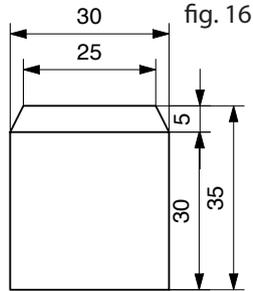

fig. 16
16. Smussare su un lato il tondello tagliato al punto 13 (lunghezza 35 mm) di circa 30° con una lima per il legno o carta vetrata. (vedi fig. 16)